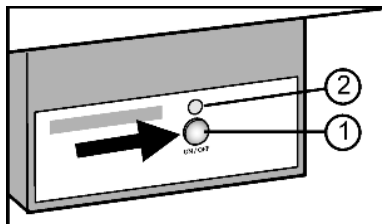

Fig. 14
- Appuyer sur la touche On/Off Fig. 14 (1) afin que la DEL Fig. 14 (2) lue.